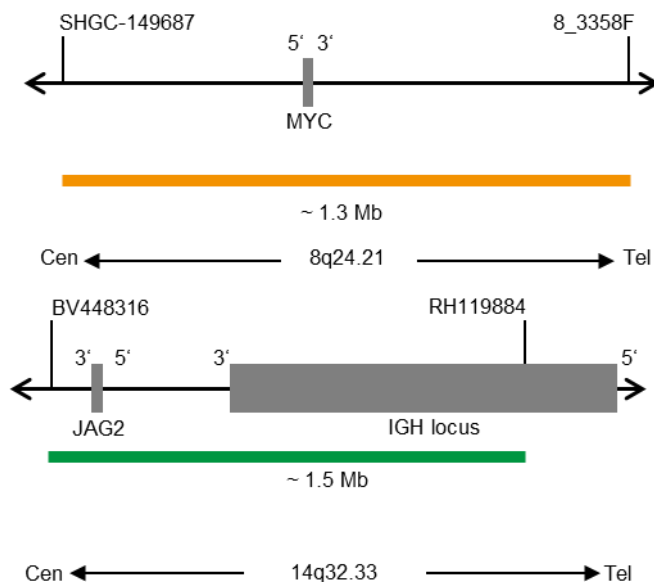

Fig. 1: Arriba: SPEC MYC Mapa de la sonda; abajo: SPEC IGH Mapa de la sonda (no está a escala)
- Polinucleótidos marcados en verde (excitación a 503 nm/emisión a 528 nm) ZyGreen (~12 ng/ μ l), dirigidos a secuencias localizadas en 14q32.33* (chr14:105,462,169-106,995,000) que albergan el locus IGH (ver Fig. 1).
- Polinucleótidos marcados en naranja (excitación a 547 nm/emisión a 572 nm) ZyOrange (~6 ng/ μ l), dirigidos a secuencias localizadas en 8q24.21* (chr8:128,171,178-129,517,468) que albergan la región del gen MYC (ver Fig. 1).